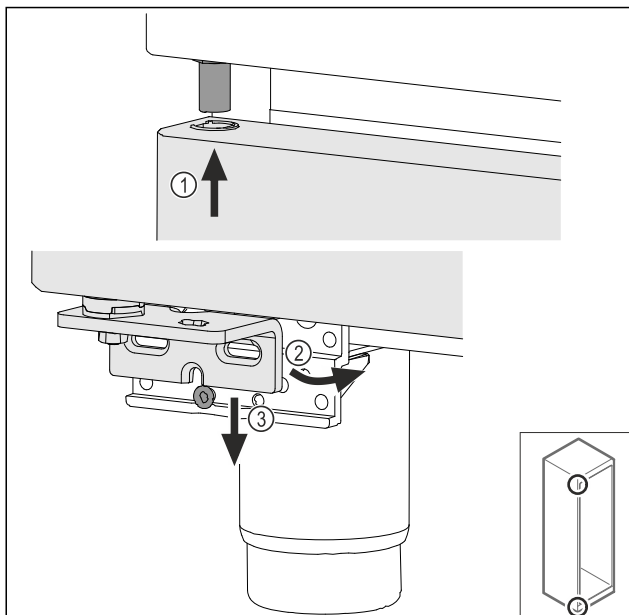

Fig. 49
- ▶ Lehce naklopená dvířka zasuňte nahoře Fig. 49 (1), dvířka narovnejte Fig. 49 (2) a nasadte je dole na šroub stojanu ložiska Fig. 49 (3).